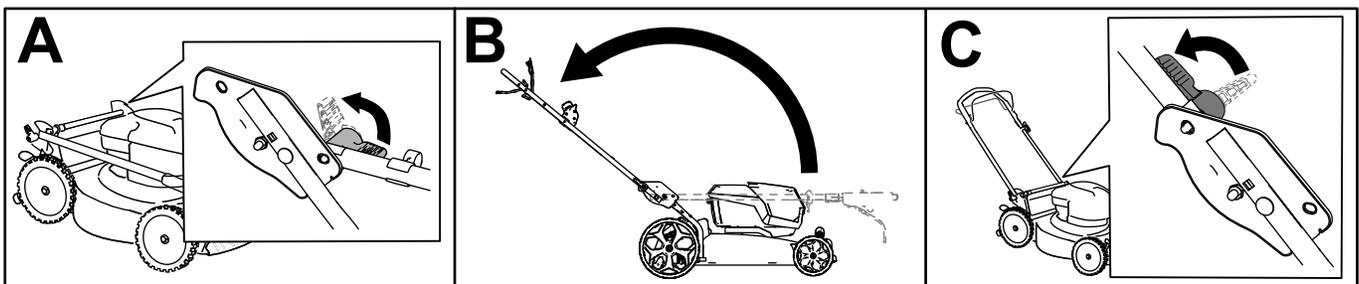

Bild 5
1. Entriegeln Sie die Holmarretierungen (A in Bild 5).
2. Stellen Sie den Holm nach hinten in die Betriebsstellung (B in Bild 5).
4. Stellen Sie die Holmarretierung ein, bis der Stift einrastet und den Holm in der Betriebsstellung arretiert (C in Bild 5).